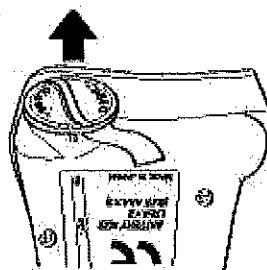

Рис. 3
- Откройте крышку отсека батареи. Убедитесь, что защитная лента на другой стороне крышки отодвинута (Рис. 3).